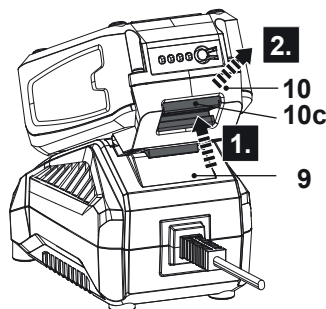

Fig. 12
- > Lorsque le bloc-batterie (10) est entièrement chargé, débranchez le chargeur de l'alimentation électrique.
- > Relâchez la manette de serrage (10c), puis coulissez le bloc-batterie (10) vers l'extérieur pour le retirer du chargeur (9) (Fig. 12).